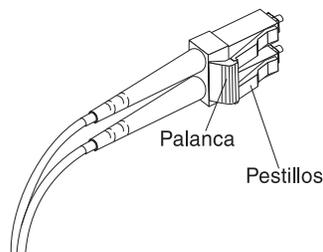

Figura 24. Pestillos y palanca del cable de Canal de fibra LC-LC
- En el extremo del cable que se conecta con el extremo de conector LC del adaptador de cable LC-SC, presione y mantenga presionada la palanca para liberar los pestillos. En la Figura 24 se muestra la ubicación de la palanca y los pestillos.